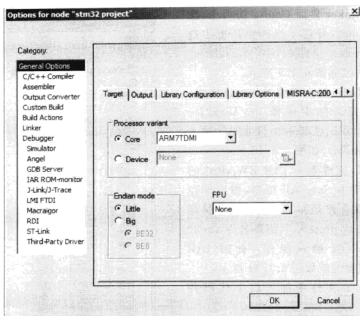

图 6.1.6 EWARM 设置窗口
⑥ 接下来是 EWARM 软件的设置部分,这也是使用 IAR EWARM 开发环境比较复杂的部分了,下面逐一描述。右击 Workspace 中的 stm32 project - Debug,选择 Options 弹出如图 6.1.6 所示窗口。依次做如下设置: